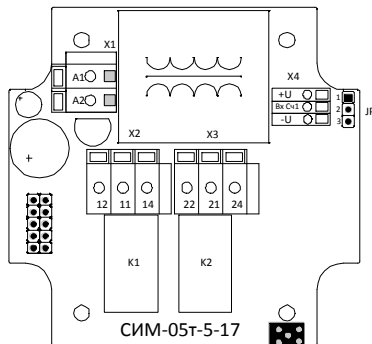

Рис. 2
Аппаратное согласование входов счётчика к типу выхода датчика осуществляется с помощью перемычки, установленной между контактами джампера (JP). Джампер расположен на плате питания счётчика или на задней панели (см. рис. 2).
Схема подключения счётчиков представлена на рис. 3. Для подключения счётчика тип СИМ-05Т-5-17 необходимо снять крышку, отвинтив четыре винта, расположенных на лицевой панели счётчика. Пропустить провода через гермовводы и подключить к пружинным клеммам, расположенным на плате питания рис. 3. Для подключения проводов необходимо использовать отвёртку. При подключении или отключении провода необходимо нажать отвёрткой на кнопку контакта клеммы для отвода пружины. Максимальное сечение провода 1.5мм². Для разъёма подключения датчиков (X4) - 1.0мм². Клеммы «+U» и «-U» разъёма X4 предназначены для подключения цепей питания датчиков. Рекомендуемая ширина зачистки изоляции проводов - 7мм. Подключение счётчика тип СИМ-05Т-5-09 производится при помощи ответных частей разъёмов (входят в комплект поставки). Обозначение разъёмов в соответствии со схемой подключения приведено на рис. 2.